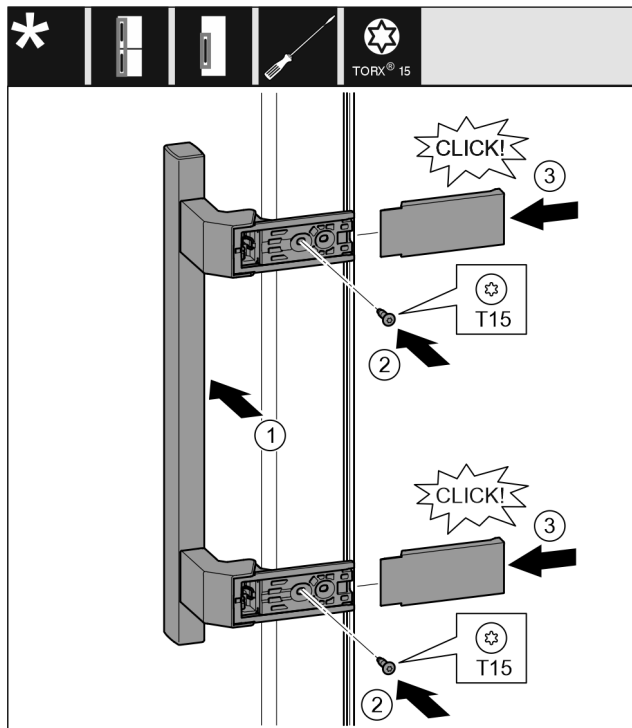

Fig. 14
- ▶ Ročaj namestite na nasprotno stran. Fig. 14 (1)
- ▶ Trdno privijte vijake z izvijačem T15. Fig. 14 (2)
- ▶ Pokrove pristavite ob strani in potisnite gor. Fig. 14 (3)